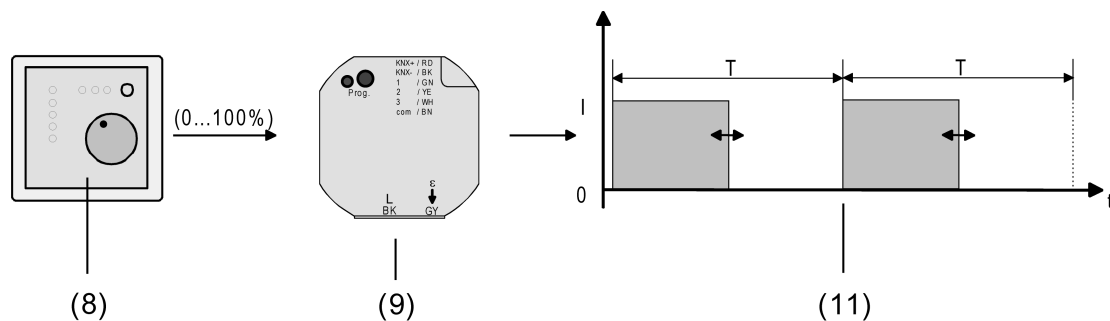

Bild 15: Stellgrößenprinzip bei stetiger Stellgröße
- (8) Raumtemperurregler (RTR) (Stellgröße "1 Bit")
- (9) Heizungsaktor
- (10) Schaltendes Ausgangssignal für Ventilantriebe
Das über das 1 Byte Objekt "Stellgröße" empfangene Werttelegramm wird im Normalbetrieb durch das Gerät in ein äquivalentes pulsweitenmoduliertes Schaltsignal an den Ventilausgängen umgesetzt (Bild 15). Der aus dieser Modulation resultierende Mittelwert des Ausgangssignals ist unter Berücksichtigung der im Gerät einstellbaren Zykluszeit (T) ein Maß für die gemittelte Ventilstellung des Stellventils und somit eine Referenz für die eingestellte Raumtemperatur (siehe "Pulsweitenmodulation bei stetigen Stellgrößen und stetigen Soll-Ventilpositionen").